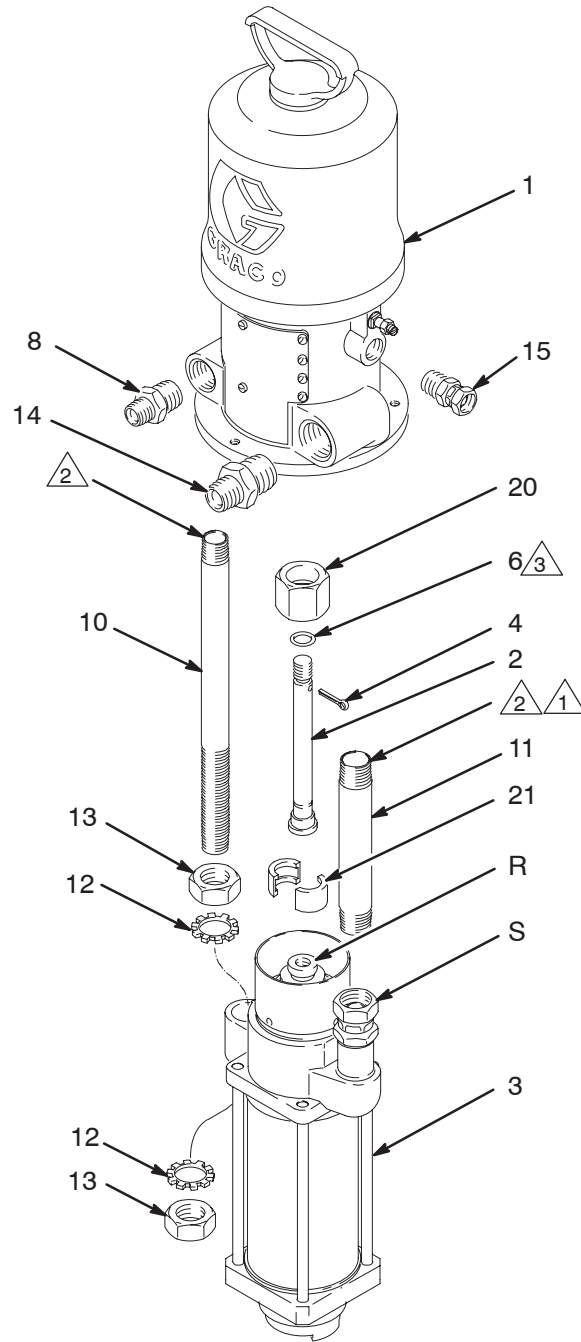

Fig. 4
3. Dévisser l'écrou d'accouplement (20) de la tige de pompe (R). Enlever les demi-colliers d'accouplement (21). Voir Fig. 4.
4. Dévisser l'écrou inférieur (13) et la rondelle (12) sur le tube de retour (10).
5. Dévisser le raccord tournant (S) sur le tube d'alimentation (11).
1. Positionner le bas de pompe sur les tubes (10, 11). Visser l'écrou (13) sur le tube de retour (10) en effectuant plusieurs tours. Serrer solidement le raccord tournant (S) sur le tube d'alimentation (11). Voir la Fig. 4.
2. Fixer la bielle (2) et la tige de pompe (R) bout à bout; si nécessaire, ajuster les écrous (13) situés sur le tube de retour (10) pour aligner les tiges.
3. Positionner les demi-accouplements (21) de manière à ce qu'ils accrochent la bielle (2) et la tige de pompe (R). Descendre l'écrou d'accouplement (20) sur les demi-accouplements et le visser en serrant bien sur la tige de pompe.
4. Serrer solidement les écrous (13).
6. Ouvrir l'alimentation d'air au moteur et faire fonctionner la pompe à basse vitesse. Régler le serrage des écrous (13) sur le tube de retour (10) si nécessaire jusqu'à ce que la pompe fonctionne doucement à une pression d'alimentation d'air minimum au moteur. Serrer les écrous à fond.